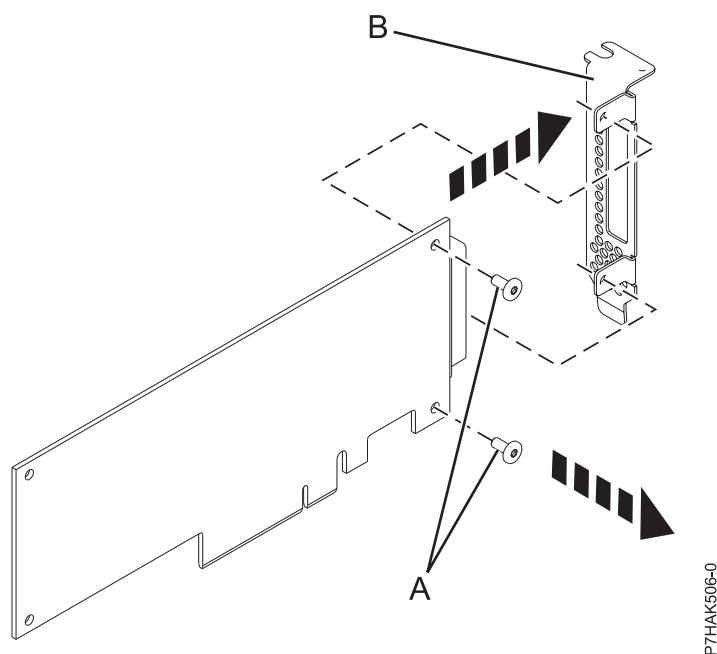

Figura 49. Extracció de la contrapunta de perfil baix d'un adaptador PCIe
2. Mitjançant un tornavís Phillips, aflixeu els dos cargols (A) que fixen la contrapunta (B) a l'adaptador PCIe que falla, tal com es mostra a la Figura 49.